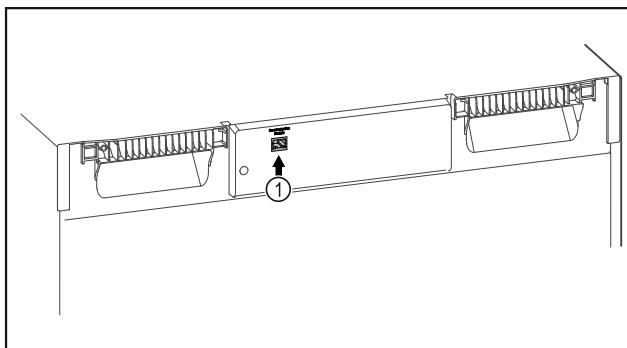

Fig. 107
- SmartModule Fig. 107 (1) este instalat.